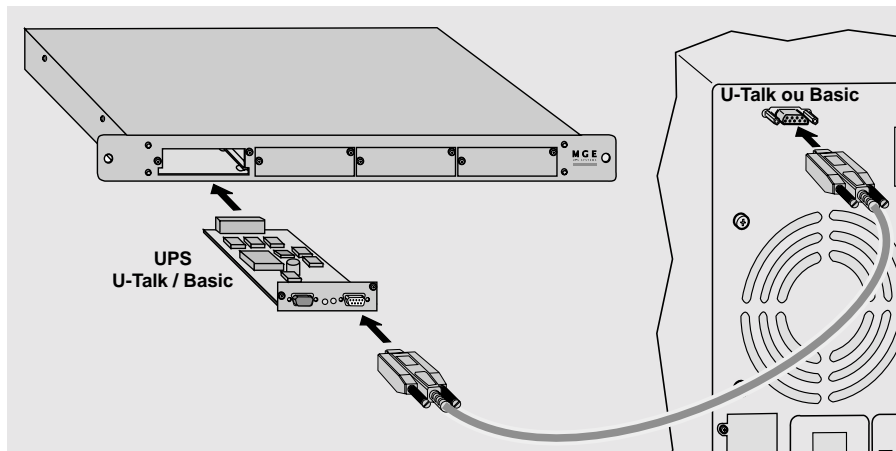

Fig. 7
La figure 7 montre le raccordement du module **MultiSlot** à l'ASI à l'aide d'une carte d'acquisition pour port de communication U-Talk/Basic. Se référer au manuel de cette carte pour la configurer en mode U-Talk ou Basic. Le câble de liaison à l'ASI est fourni avec la carte d'acquisition.
- ▶ vérifier la liaison entre le module **MultiSlot** et l'ASI (voir figures 7, 8 ou 11),